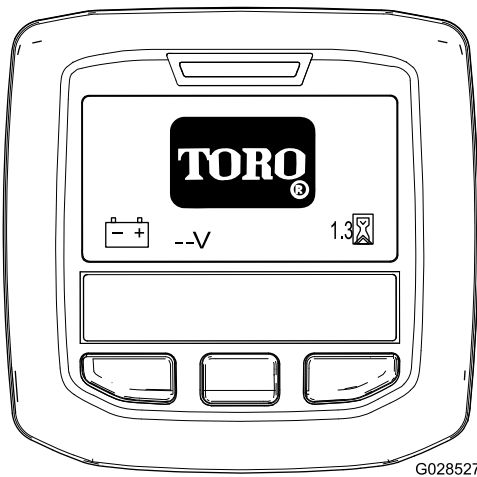

Рисунок 58
**Примечание:** Дисплей инфо-центра загорится, и на нем появится экран начальной загрузки (Рисунок 58).